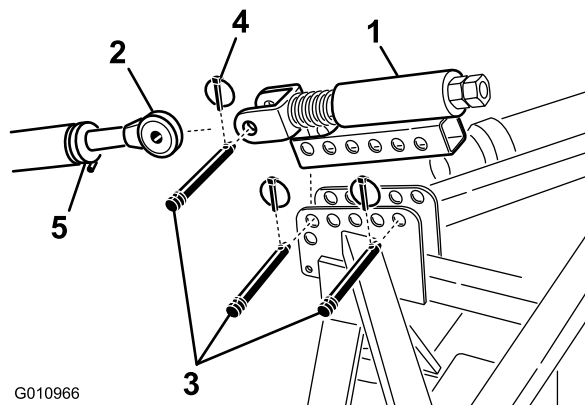

Bild 7
- Befestigen Sie den hydraulischen Oberlenker mit den zwei Steckstiften und Klappsteckern an der Aerifizierhalterung (Bild 7).
- Lösen Sie die Sicherungsmutter am Traktoroberlenker. Stellen Sie den Oberlenker ein, bis er mit der Gabel am hydraulischen Oberlenker des Aerifizierers ausgefluchtet ist (Bild 7).
- Befestigen Sie den Traktoroberlenker an der Lastöse am hydraulischen Oberlenker und befestigen Sie ihn mit einem Steckstift und einem Klappstecker (Bild 7).
6. Drehen Sie den Oberlenker, bis die Feder ungefähr 1,28 cm komprimiert ist (Bild 7).